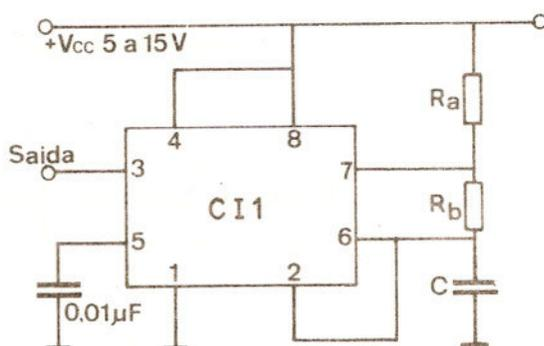

figura 4
- Na figura 4, pág. 29, o capacitor C1 está invertido
- O resistor marcado como 15 1C na figura 4 da pág. 43 é na realidade um resistor de 15k
- o resistor R3 na mesma placa da figura 4, pág. 64 deve ser ligado à base de Q1 e não ao seu emissor.
O sistema de alarme é composto por um oscilador usando o circuito integrado TDB 0555 ou NE555 (Vide relação de componentes), juntamente com C1, C2, C3, R3 e R4 que é um trimpot para ajustarmos a frequência que desejarmos, o circuito integrado TDB 0555 é constituído de dois comparadores, um flip-flop e estág o de saída conforme mostra o diagrama de bloco da figura 4.
Sendo um circuito integrado muito versátil suportando correntes de saída de até 200 mA, com uma estabilidade em temperatura da ordem de 0,05%°C. Observando a figura 4 podemos analisar o funcionamento do circuito integrado 555.
Na figura 4 aparece o diagrama em bloco do circuito detector gerador mais os conectores do painel traseiro, a chave S1 do painel dianteiro e os diodos leds L1, L2 e L3.
Na figura 4 também aparece uma das inúmeras possibilidades para ligação a um sistema de áudio composto por um amplificador e gravador.